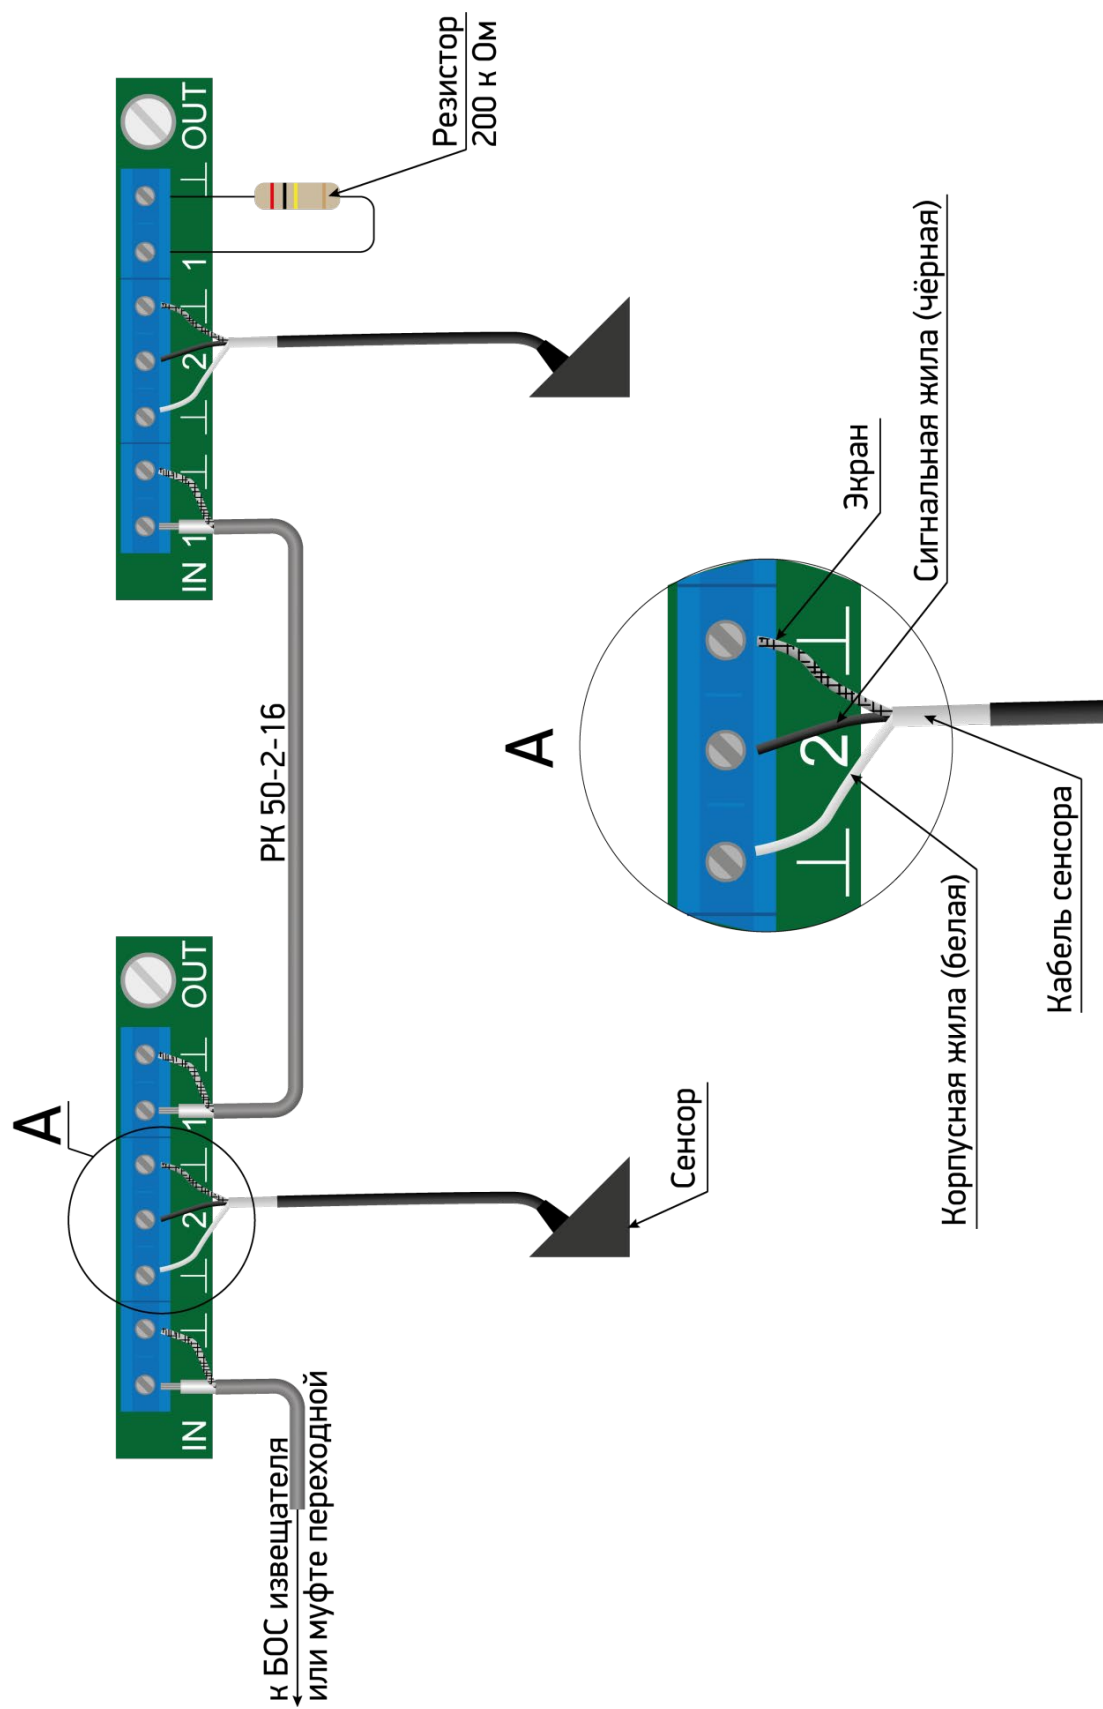

Рисунок 4.49
- центральную жилу кабеля соединительного РК предназначенного для подключения к входу БОС, либо к муфте переходной (в зависимости от проекта) подключить к клемме «1 In», экранирующую оплетку к клемме «⊥» (рисунок 4.49);
- подключить сигнальную жилу кабеля сенсора к клемме «2», вторую жилу и экран кабеля сенсора подключить к двум крайним клеммам «⊥» (рисунок 4.49)
- центральную жилу кабеля соединительного РК предназначенного для подключения к следующему РЧС-Т, подключить к клемме «1 Out», экранирующую оплетку к клемме «⊥» (рисунок 4.49);